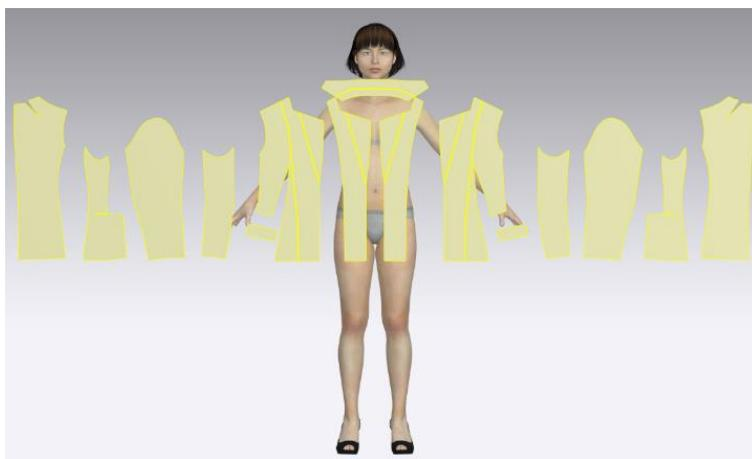

图 5-3-13 3D 视窗 2D 板片位置
(1) 鼠标单击系统界面右下角“3D”，显示 3D 视窗，左键单击 3D 视窗工具栏中“ [重置 2D 安排位置 (全部)]”，按照 2D 视窗中的板片位置重置 3D 视窗中的板片位置，如图 5-3-13 所示。